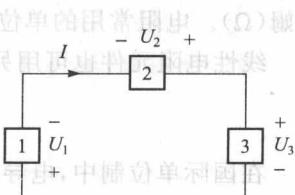

图 1-8 例 1-2 图
**例 1-2** 如图 1-8 所示,已知  $I=4 \text{ A}$ ,  $U_1=5 \text{ V}$ ,  $U_2=3 \text{ V}$ ,  $U_3=-2 \text{ V}$ 。计算各元件的功率,并指出各元件是吸收还是输出功率。
**(1) 解** 通过本例题的计算,应进一步掌握判断一个元件或一段电路是提供还是吸收功率的方法。